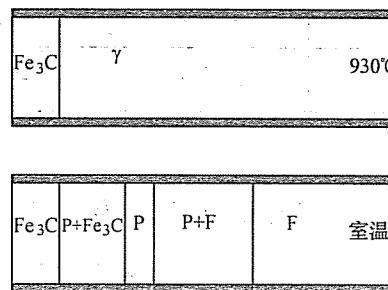

图 17-4 第三题第 1 小题解答图
(2) 根据冷速不同, 可能出现共晶反应, 得到 Ld ; 得到的 P 层片细小; Fe_3C_{II} 的析出将受到抑制, 甚至不析出。
(3) 如图 17-4 所示。